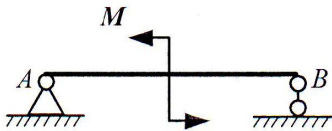

图 2-1
A. (1) (2)    B. (1) (3)    C. (1) (4)    D. (2) (3)
- 如图 2-1 所示，当集中力偶沿简支梁 AB 任意移动时，（ ）。